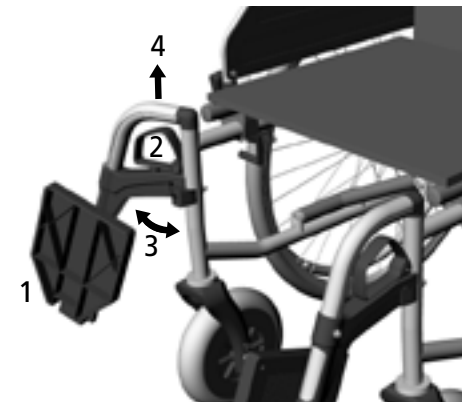

Abb.9
2. Ziehen Sie den Verriegelungsgsgriff nach oben (2, Abb. 9).
3. Schwenken Sie die Beinstütze zur Seite (3, Abb. 9).
4. Wenn Sie die Beinstütze abnehmen wollen: Greifen Sie die Beinstütze am waagrechten Teil des Rohrs und ziehen Sie die Beinstütze nach oben aus der Führung heraus (4, Abb. 9).